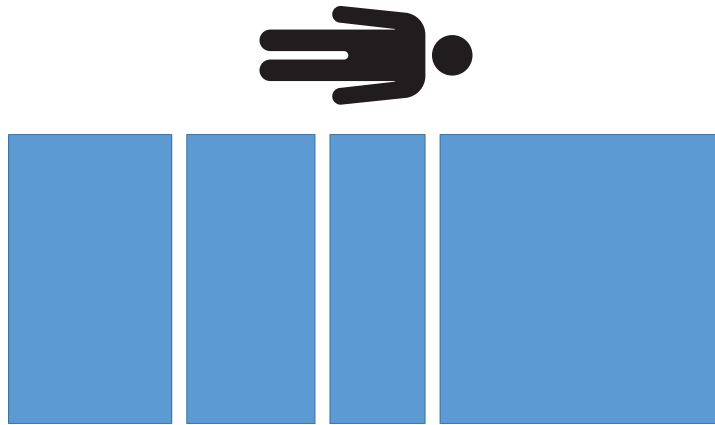

Abbildung 33 – Tara-Prüfung – kein Gewicht
13. Alle kalibrierten Gewichte vom Produkt entfernen (Abbildung 33).